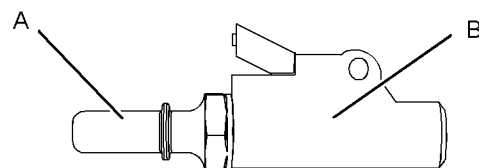

Ilustración 56
2. Quite la tapa protectora (1). Presione la válvula (2) para purgar el aire. Perkins recomienda utilizar un inflador de neumáticos de longitud adecuada con una manguera transparente conectada. Consulte la ilustración 56.